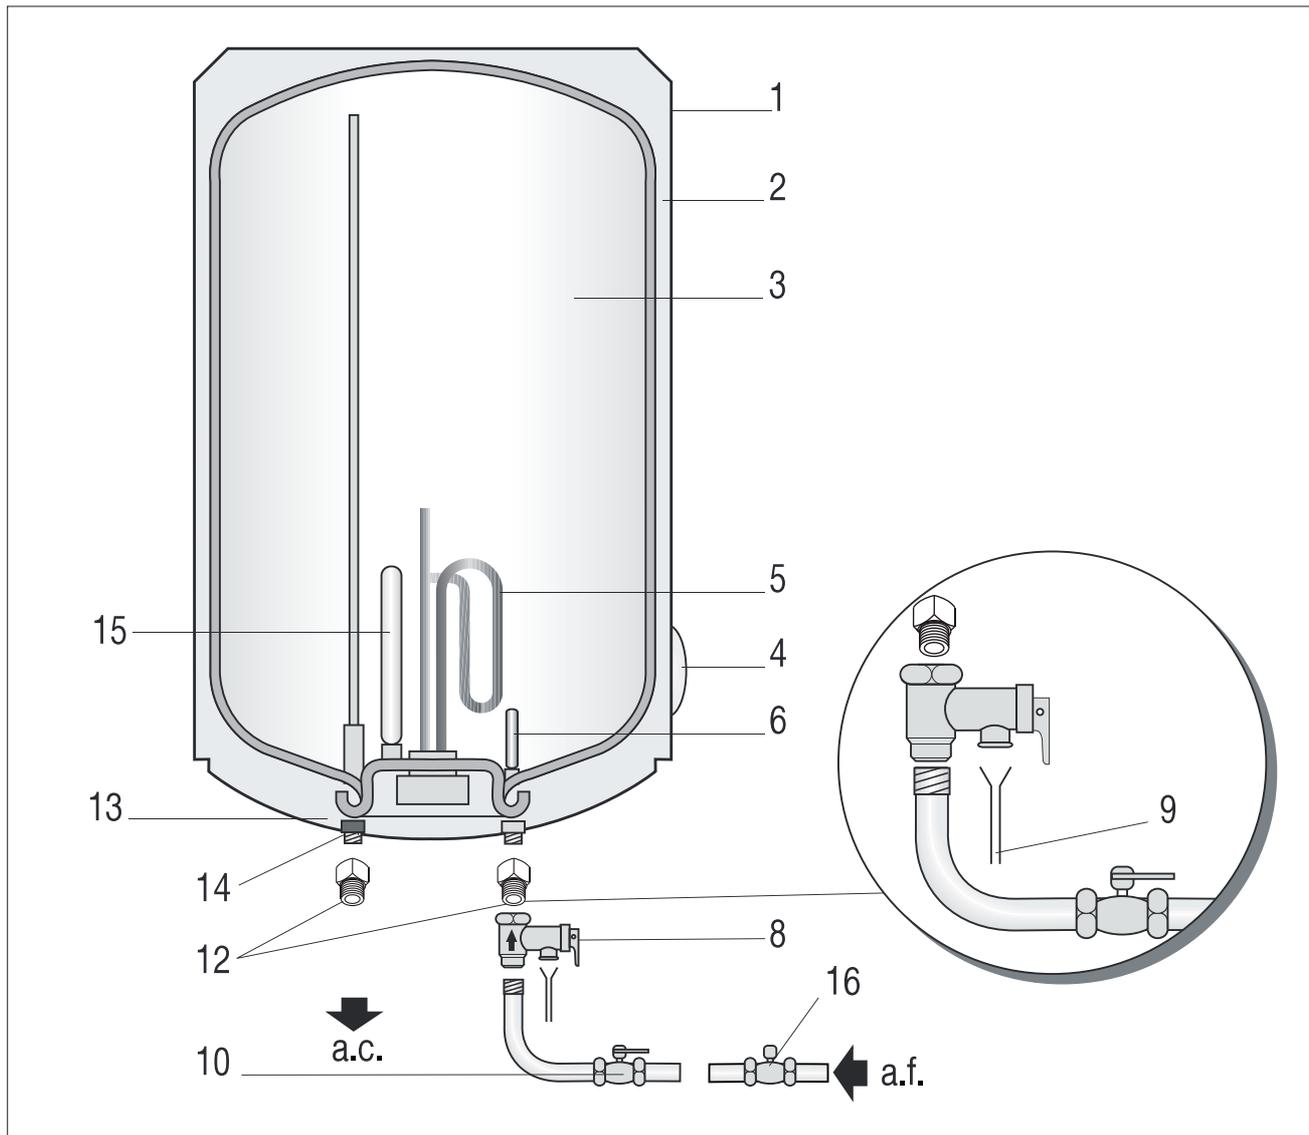
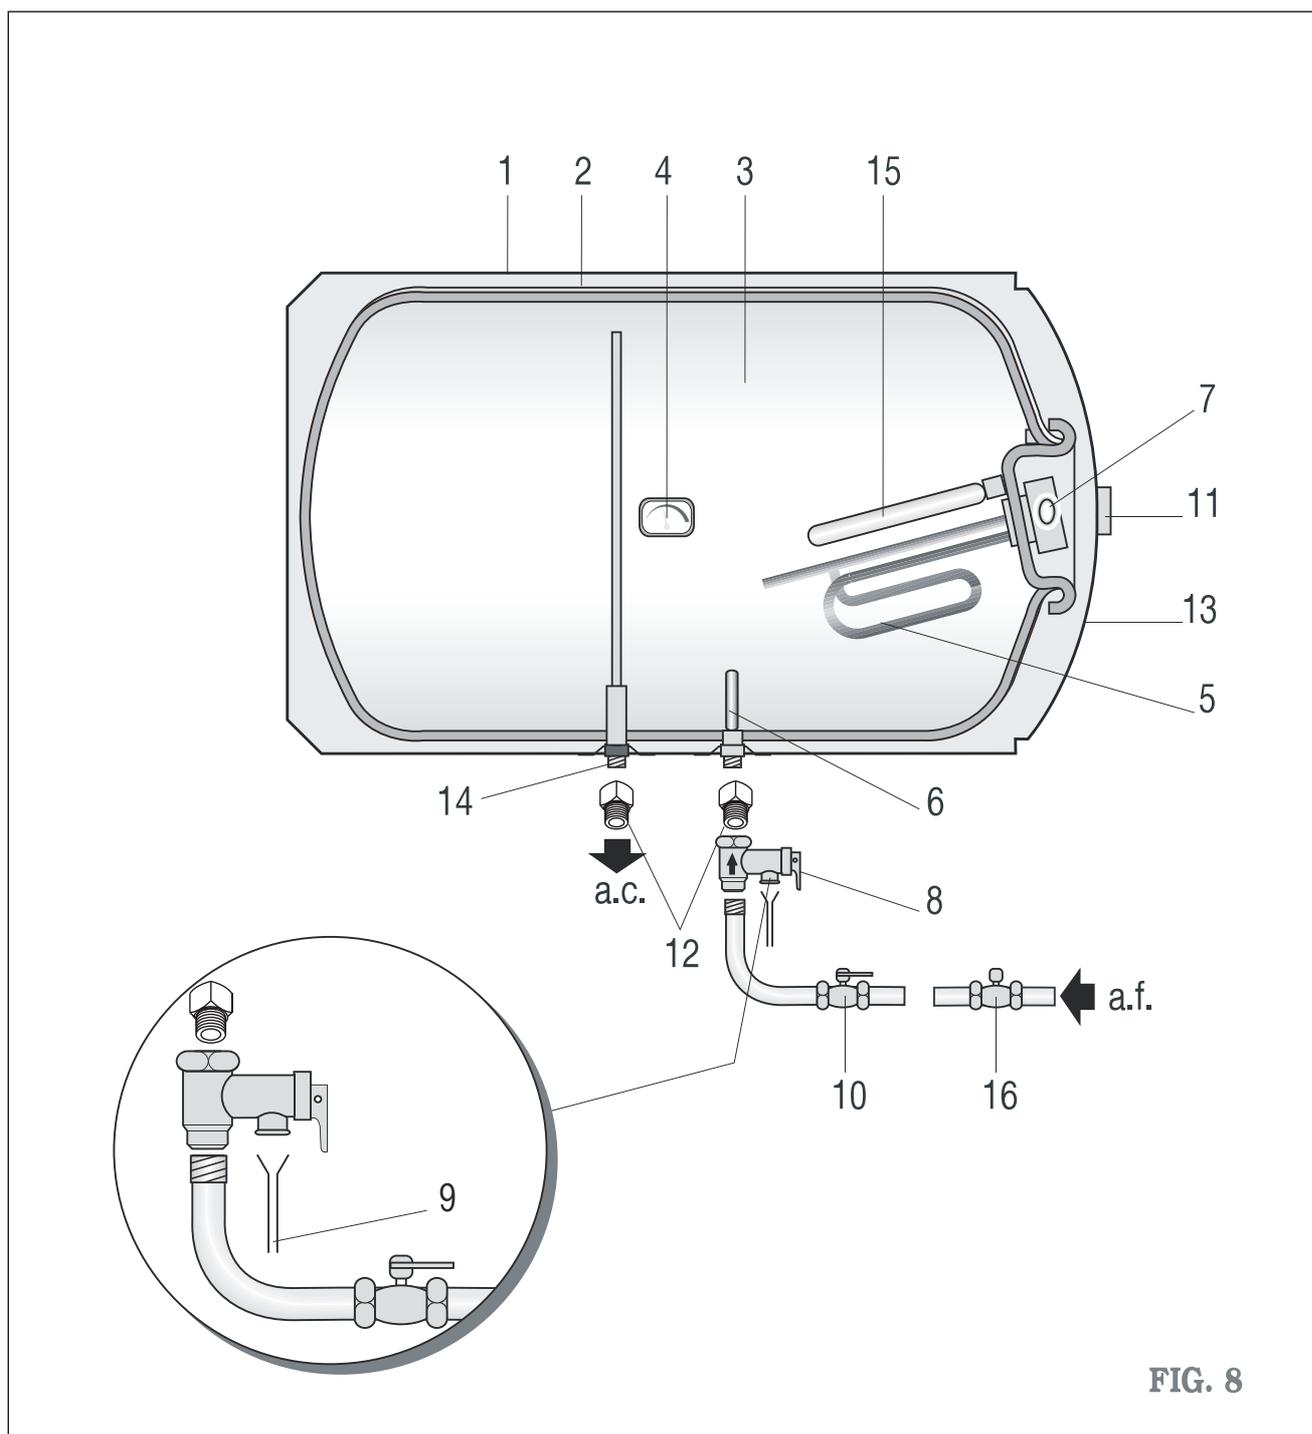

FIG. 7
FIG. 8
Les thermos TNC seront toujours installés en position verticale, avec les branchements d'eau au-dessous (voir fig. 7) page 21, **sauf dans le cas des modèles TNC plus 80 H, TNC plus 100 H et TNC 150 H**, qui seront toujours installés **à l'horizontale**, et il sera de même pour les branchements d'eau qui seront situées **au-dessous** (voir fig. 8, page 22).
Pour faciliter, au moment venu, le contrôle et le nettoyage interne, un espace libre de au moins 25 cm doit exister entre le couvercle de protection (pos. 13 dans les figs 7 et 8, pages 21 et 22) du thermos, ainsi que tout obstacle fixe.
Pour l'installation des canalisations d'eau, veuillez tenir compte des règles de base pour la prévention de la corrosion : "N'utilisez pas de cuivre au lieu de fer ou d'acier, dans le sens de la circulation de l'eau ". Pour éviter les paires galvaniques, ainsi que son effet destructeur, filetez sur les deux tubes du thermos, (tel qu'il est décrit sur les schémas des figures 7 et 8, pages 21 et 22) et, avec un ruban de Téflon, protégez les manchons isolants (pos. 12) fournis avec le thermos.
Filetez au tube d'entrée d'eau froide (bleu) du thermos le manchon électrolytique et de cela au groupe de sécurité hydraulique avec le dispositif de vidange (pos.8, figures 7 et 8, pages 21 et 22) fourni avec le thermos. Installez dans le tube d'alimentation d'eau froide une clé de coupure, comme il est décrit dans les schémas (figs. 7 et 8, pos.10, pages 21 et 22).
L'utilisation généralisée de vannes anti-dérive dans les branchements du réseau d'eau sanitaire, crée une forte augmentation de pression de par l'effet du processus de chauffage ; dans ces cas, il est indispensable de conduire l'écoulement d'eau de la vanne de sécurité à un tube d'évacuation pourvu d'un siphon (figures 7 et 8, pos. 9, pages 21 et 22); ce tube doit sortir à l'extérieur et doit être installé avec une pente continue vers le bas.
Connectez le thermos en branchant la fiche. La lampe témoin (pos. 7, figs. 7 et 8, pages 21 et 22) allumée indique que l'eau est en train de chauffer; si elle est éteinte, cela indique que toute l'eau chaude est à la température sélectionnée dans le thermostat de réglage du thermos (pos. 11, figs. 7 et 8, pages 21 et 22).
Il est indispensable que le Service d'Assistance Technique (SAT) contrôle tous les ans votre thermos pour éliminer le calcaire qui s'est déposé sur l'élément de chauffage (pos. 5, figs. 7 et 8, pages 21 et 22), et vérifier l'état de l'anode de magnésium (pos. 15, figs. 7 et 8, pages 21 et 22). Si l'eau dans votre région est très dure ou corrosive, vous devrez solliciter des contrôles plus fréquemment.
5.1. Instalación vertical / Instalação vertical / Installation verticale (fig 7).
5.2. Instalación horizontal / Instalação horizontal / Installation horizontale (fig 8).